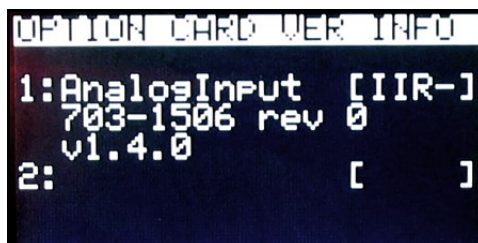

Figura 54: Pantalla de verificación de tarjeta opcional
3. Vuelva a presionar **[ENT]** para acceder a Option Cards (Tarjetas opcionales). La pantalla debe ser similar a la *Figura 54* que aparece a continuación.